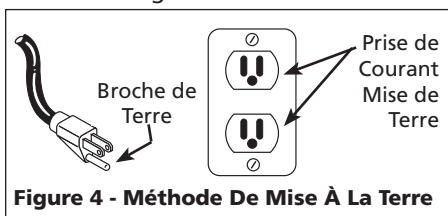

Figure 4 - Méthode De Mise À La Terre
4. Ce produit est conçu pour l'utilisation sur un circuit nominal de 120 volts et à une fiche de terre comme indiquée sur le Figure 4. Assurer que le produit est branché à une prise de courant qui a la même configuration que la fiche. Ce produit doit être mis à la terre. Dans l'événement d'un court-circuit, la mise à la terre diminue le risque de secousse électrique en fournissant un fil d'échappement